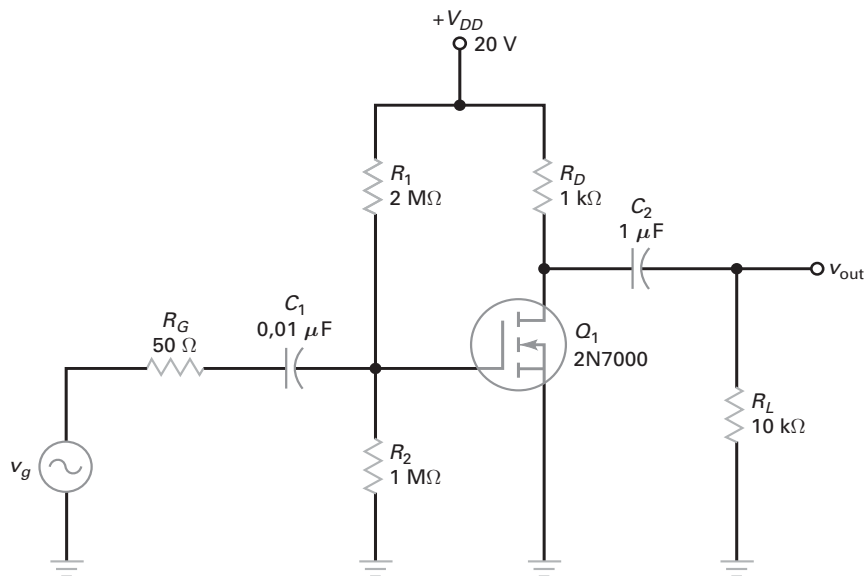

Figura 14-41
- 14-37** O circuito da Figura 14-41 usa um E-MOSFET com essas especificações: $g_m = 16,5$ mS, $C_{iss} = 30$ pF, $C_{oss} = 20$ pF e $C_{rss} = 5,0$ pF. Determine os valores das capacitâncias internas do FET (C_{gd} , C_{gs} e C_{ds}).
14-38 Na Figura 14-41, qual a frequência de corte inferior dominante?
14-39 Na Figura 14-41, determine os valores das frequências de corte superiores para os circuitos de entrada da porta e saída do dreno.